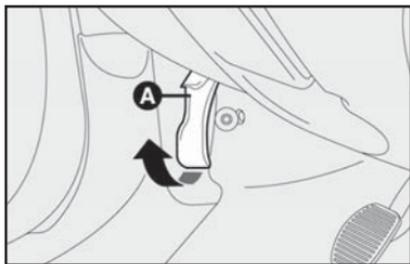

fig. 113
- 1) Puxar a alavanca **A**-fig. 113.